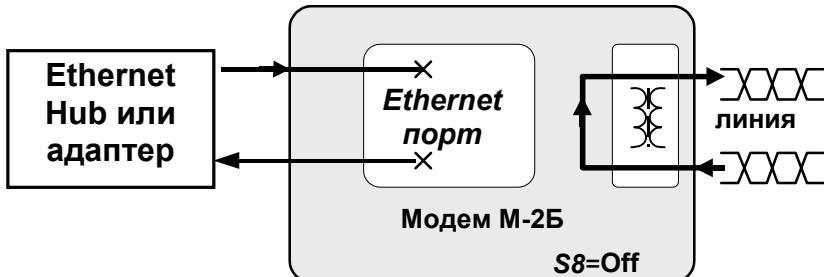

Рис. 10 Проверка *Цифровой шлейф (DL)*
5.2.3 Цифровой шлейф (DL)
Проверка *Цифровой шлейф* (Digital Loopback) устанавливает заворот данных (шлейф) на ЛОКАЛЬНОМ модеме в сторону УДАЛЕННОГО модема. Этот режим обеспечивает, в частности, возможность проверки канала передачи данных, в котором модем М-2Б используется только с одной стороны. Рис. 10 иллюстрирует принцип проверки *Цифровой шлейф (DL)*.